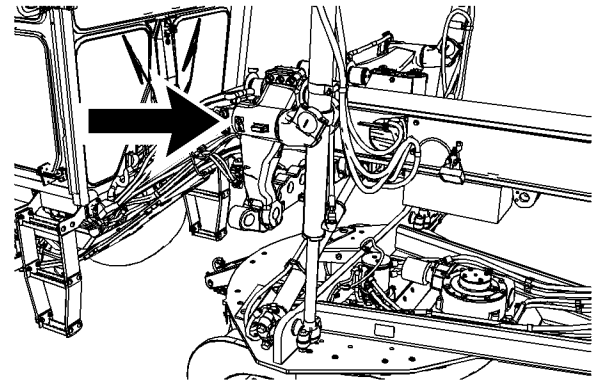

Ilustración 93
3. Enrolle dos cables de levantamiento alrededor del brazo de levantamiento de la máquina. Los brazos de levantamiento están ubicados cerca de los cilindros de levantamiento de la hoja. Hay un brazo en cada lado de la parte delantera de la máquina. Las áreas de levantamiento están identificadas con una etiqueta que muestra un gancho. Consulte la ilustración 93 .